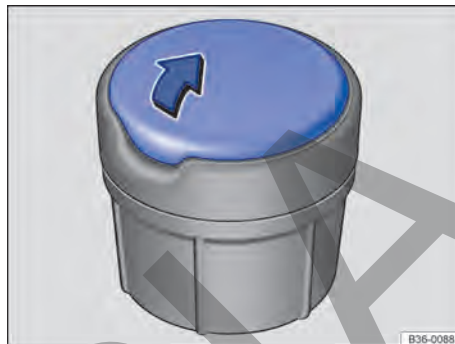

Fig. 141 Cenicero portátil.
- Para *abrir* el cenicero, levante la tapa del mismo → fig. 141 en el sentido de la flecha.